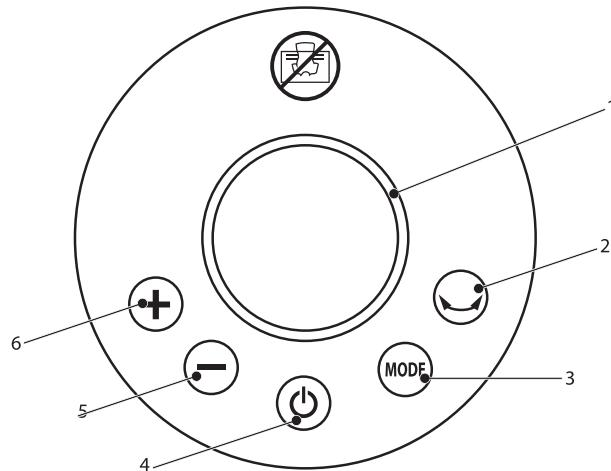

Рис. 2
- Нажмите кнопку включения 4 на панели управления (рис. 2).
- Выберите режим работы тепловентилятора, нажав на кнопку **MODE** на панели управления (рис. 2).
6. При необходимости равномерного прогрева помещения нажмите кнопку режима осцилляции (вращения) 2 (рис. 2).
7. Для установки таймера выключения зажмите кнопку MODE на 5 секунд, с помощью кнопок 5 и 6 выберите количество часов, через которое будет выключен обогрев. Настройка завершится после 3 миганий дисплея (рис. 2).
2. Нажмите кнопку выключения 4 на панели управления (рис. 2). Вентилятор продолжит обдув на протяжении 30 сек. для охлаждения нагревательного элемента, после чего устройство выключится.